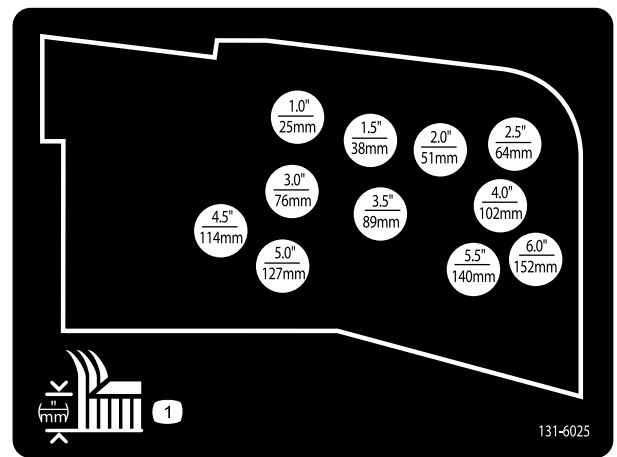

Figura 21
10. Monte las cadenas de altura de corte en el taladro de altura de corte deseado con el pasador y el pasador de horquilla (Figura 21).